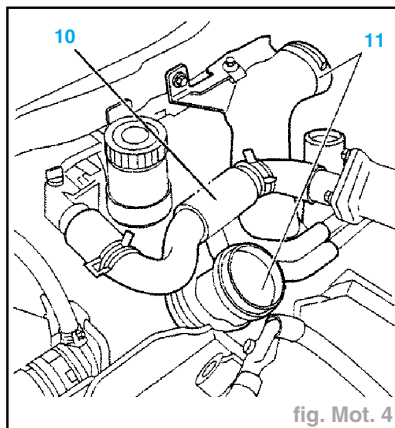

fig. Mot. 4
- Déposer (fig. Mot. 4) :
- la durit (10),
- le conduit d'air (11).